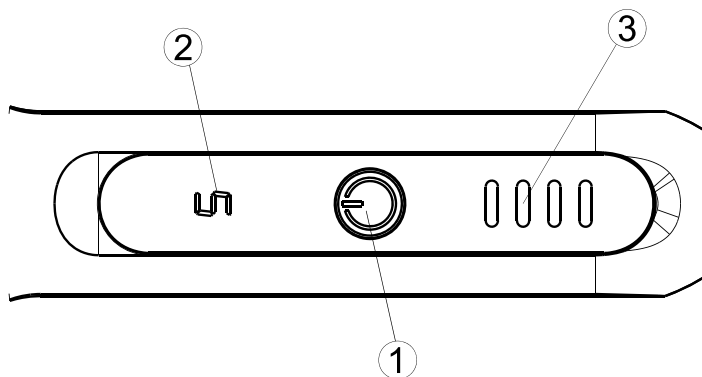

Рис. 12
- Для включения инструмента на 1–2 секунды зажмите кнопку 1 (рис. 12).
- Отрегулируйте частоту вращения в соответствии с типом выполняемых работ с помощью коротких нажатий кнопки 1 (рис. 12). При этом большая цифра на индикаторе 2 (рис. 12) соответствует большей частоте вращения.
- Следите за уровнем заряда батареи с помощью индикатора 3 (рис. 12) и своевременно подзаряжайте её. Не допускайте полного разряда аккумуляторной батареи.
- После окончания работы на 1–2 секунды зажмите кнопку 1 (рис. 12) для выключения устройства. Дождитесь полной остановки шпинделя.